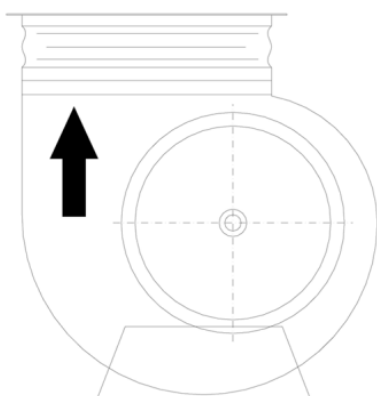

Figura 4 Verso di rotazione del ventilatore;
- controllare che il senso di rotazione del ventilatore/i sia quello indicato dalla freccia sulla girante (Figura 4);